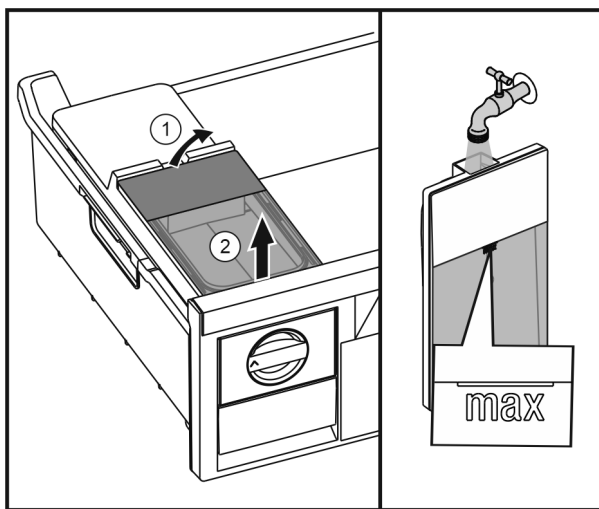

Fig. 28
- Zvedněte vzadu nádržku na vodu Fig. 28 (1) a poté ji vyjměte směrem nahoru Fig. 28 (2).